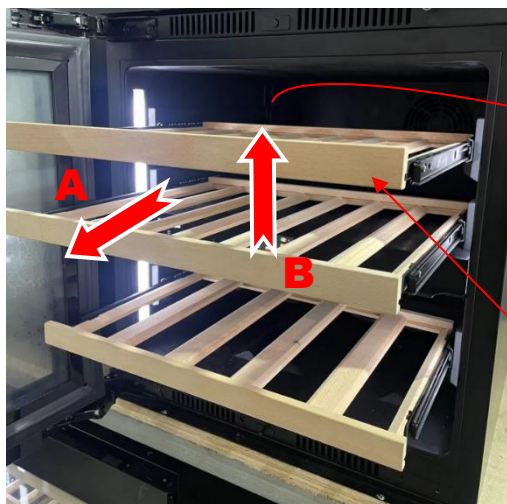
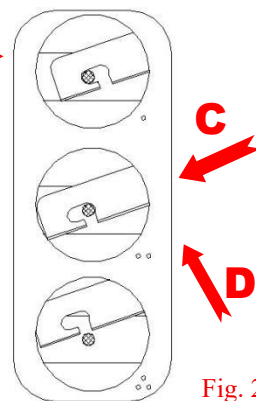

Fig. 1,
Fig. 2.
Puxe a prateleira (A) e levante a extremidade da frente da prateleira (B) (Fig.1), depois empurra os dois lados da parte de trás da prateleira para a posição apropriada (C) e levante uniformemente a prateleira para cima e depois puxe a prateleira para fora(D) (Fig.2)